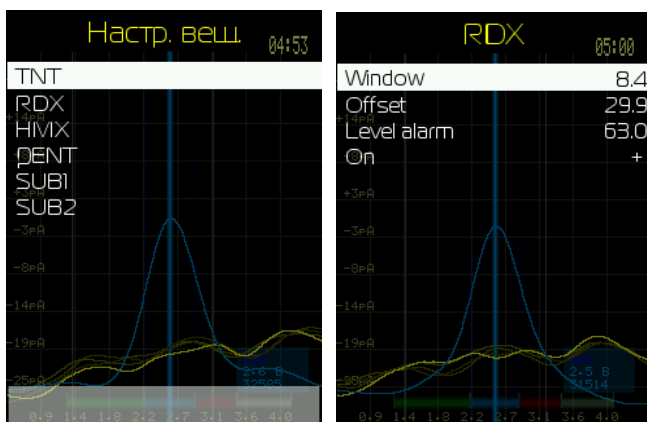

Figura 18. Meniul de configurare al parametrilor de identificare a substanței
**Setări pentru substanțe**(configurația detectării substanțelor) - acest element de meniu face posibilă completarea rapidă a valorilor numerice ale parametrilor de calibrare (Figura 18).